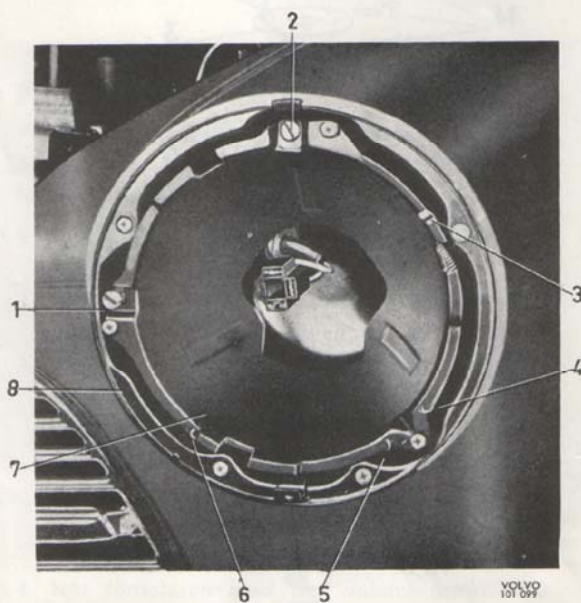

Bild 80. Strålkastarkåpan
4. Lossa skruvarna (1 och 2 bild 80) för strålkastarens inställning 8–10 varv. Kroka av fjädrarna (3–6) från glidkåpan (7). Lyft bort glidkåpan från skyddskåpan (8).
Justering sker genom vridning av skruvarna 1 och 2 bild 80.